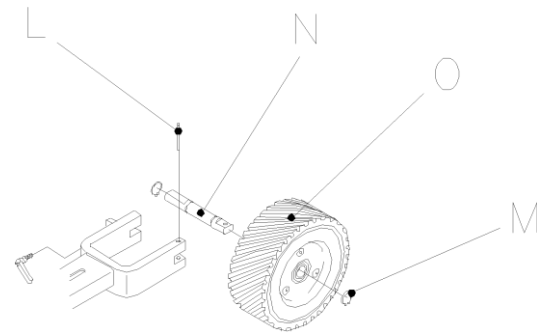

Рис. 3
можно вынуть. Новое контактное колесо (O) собирается в обратном порядке (рис. 3).